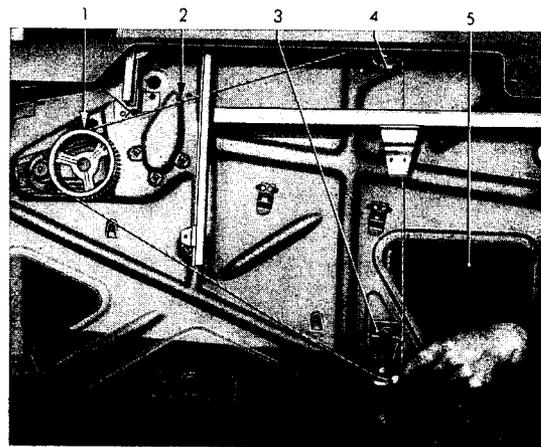

Bild 106 - Seil auf untere Seilführungsrolle auflegen
5. Seil bei vollkommen nach oben geschobenem Halter (106/3) für untere Führungsrolle mit einer Hand durch die hintere Montageöffnung (106/5) auf untere Seilführungsrolle auflegen. Dabei gleichzeitig den Kurbelantrieb mit provisorisch aufgesteckter Kurbel bei linker Tür im Uhrzeigersinn, bei rechter Tür entgegen dem Uhrzeigersinn langsam drehen, bis Seil vollkommen auf Rollen aufliegt (Bild 106).